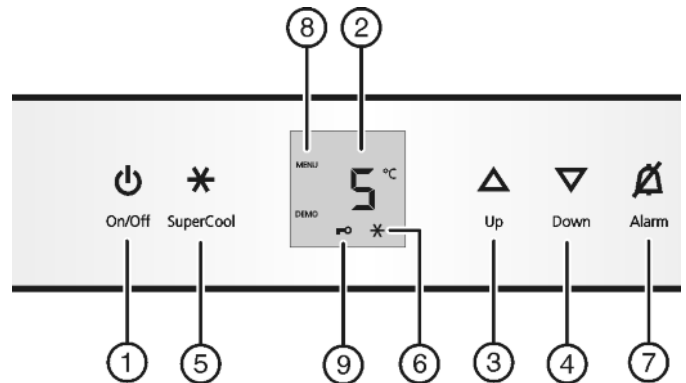

Fig. 2
- ▶ Nyomja meg a On/Off gombot *Fig. 2 (1)*.
- ▶ Aktiválja a beállítási módot: Nyomja a SuperCool gombot *Fig. 2 (5)* kb. 5 mp-ig.
- ▶ A jóváhagyáshoz nyomja meg röviden a SuperCool gombot *Fig. 2 (5)*.
- ▶ A gyermekbiztosíték bekapcsolásához nyomja meg röviden a *Fig. 2 (5)* SuperCool gombot.
- ▷ A gyermekbiztosíték ikonja *Fig. 2 (9)* világít. A kijelzőn **c** villog.
- ▶ A gyermekbiztosíték kikapcsolásához nyomja meg röviden a SuperCool gombot *Fig. 2 (5)*.
- ▷ A gyermekbiztosíték ikon *Fig. 2 (9)* kialszik. A kijelzőn **c** villog.
- ▶ Beállítási mód kikapcsolása: Nyomja meg a be/ki gombot *Fig. 2 (1)*.
- ▶ Nyomja meg a riasztás gombot *Fig. 2 (7)*.
- ▶ Hőmérséklet melegebbre állítása: Nyomja meg a Up állító gombot *Fig. 2 (3)*.
- ▶ Hőmérséklet hidegebbre állítása: Nyomja meg a Down állító gombot *Fig. 2 (4)*.
- ▶ Nyomja meg röviden a SuperCool gombot *Fig. 2 (5)*.
- ▷ A SuperCool ikon *Fig. 2 (6)* világít a kijelzőn.
- ▷ A SuperCool ikon *Fig. 2 (6)* kialszik a kijelzőn.